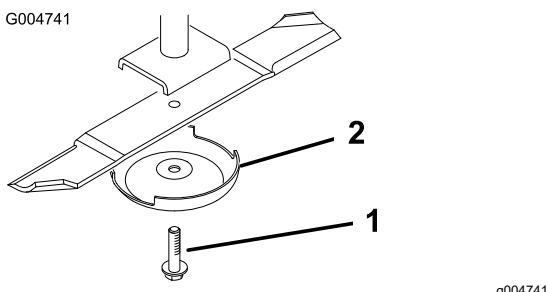

Figura 6
8. Instale las cuchillas, los protectores de césped y los pernos de las cuchillas (Figura 6).